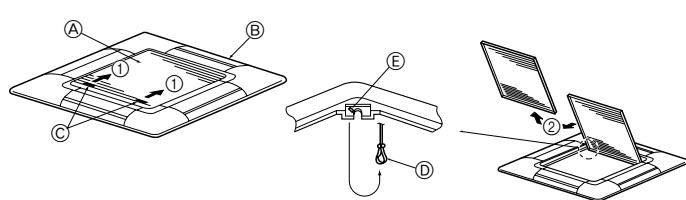

Fig. 5-3
5.2.1. Hava giriş izgarasının çıkarılması (Fig. 5-3)
- Hava giriş izgarasını açmak için kolları okla ① gösterilen yönde itiniz.
- Hava giriş izgarası "açık" durumdayken hava giriş izgarasının menteşesini okla ② gösterilen şekilde izgaradan ayırın.